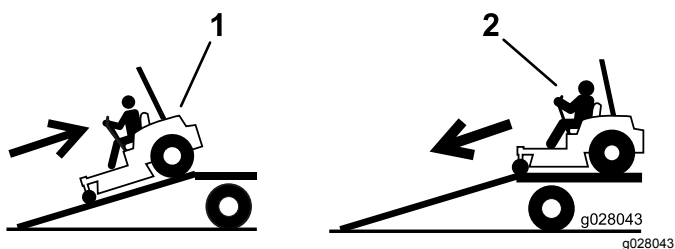

Figura 45
4. Risalite in retromarcia la rampa (Figura 45).
2. Scendete dalla rampa in marcia avanti (Figura 45).